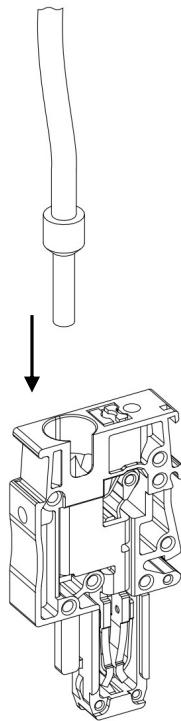
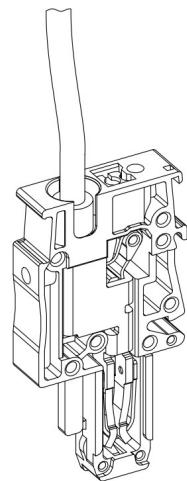

Рисунок 35 – ввод проводника в точку подключения
Рисунок 36 – проводник в точке подключения
- Вставьте гибкий проводник подходящего сечения с кабельным наконечником до упора в точку подключения (**овальное отверстие**) штекера (рис. 35; рис. 36);